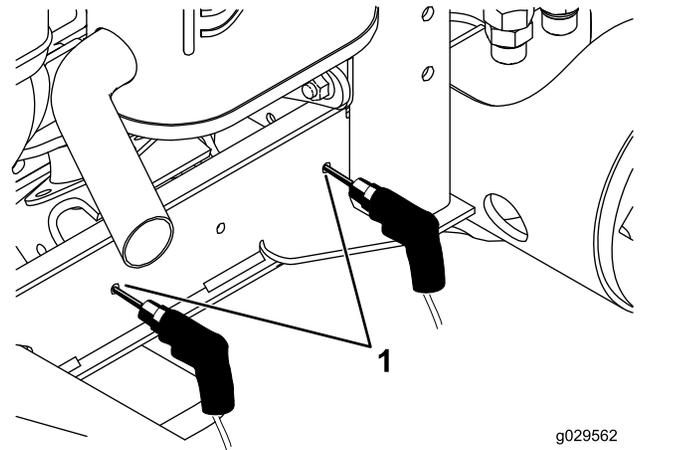

Figura 35
10. Nei punti contrassegnati nel passaggio 8, praticate nel telaio 2 fori con diametro 7,14 mm (Figura 35).